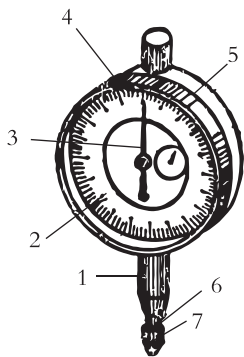
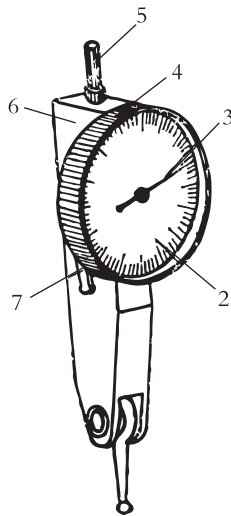

图2-30 钟表式百分表
图2-31 杠杆式百分表
①百分表有钟式和杠杆式等（见图2-30和图2-31）。主要用来测量零件表面几何形和相互位置误差，也可以用来比较测量零件的长、宽、高和直径尺寸。对较深的沟槽、台阶、孔，可用杠杆式百分表测量。